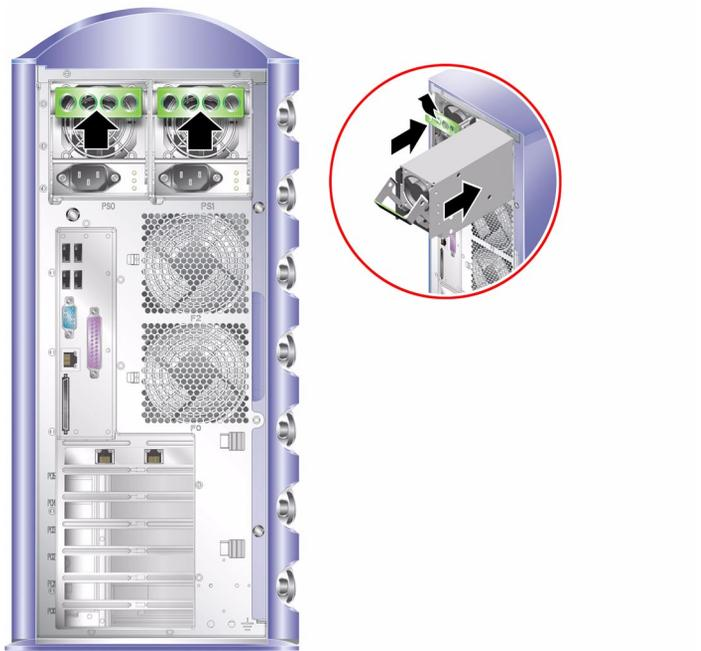

図 2-5 電源装置の取り付け
8. カチッという音がするまでハンドルを押します。詳細は、図 2-5 を参照してください。